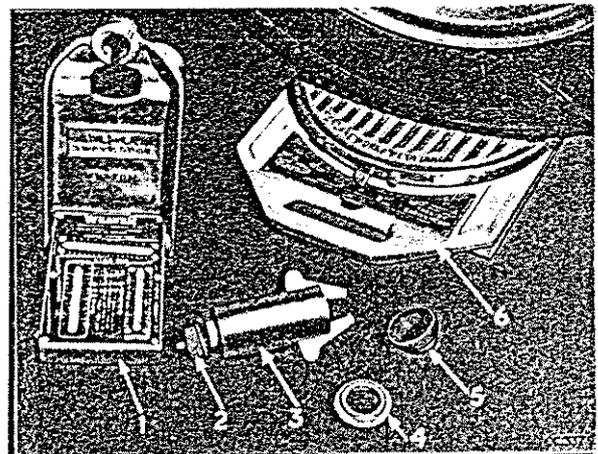

Abb. 5 Die Weaver-Meßausrüstung
Die Stellschraube (19, Abb. 5) lockern. Die exzentrisch gebohrten Anschlagmuffen (21) so einstellen, daß der Einschlagwinkel nach innen 31° und nach außen $28\frac{1}{2}^{\circ}$ beträgt. Stellschraube (19) wieder festziehen.
Mittels der im Werkzeugsatz mitgelieferten 10 UNF-Schraube die Nabenkappe von der Nabe abnehmen. Die Ausgleichsscheibe (14, Abb. 5) mit Flansch nach außen setzen (dabei beachten, daß sie nicht vom Splint berührt wird) und die Klauen des Ansatzes (3) in das Achsschenkelgewinde zwischen zwei der Mutterschlitze einsetzen. Die Ableslehre (1) an den Ansatz befestigen und die Kordelmutter (2) festziehen.